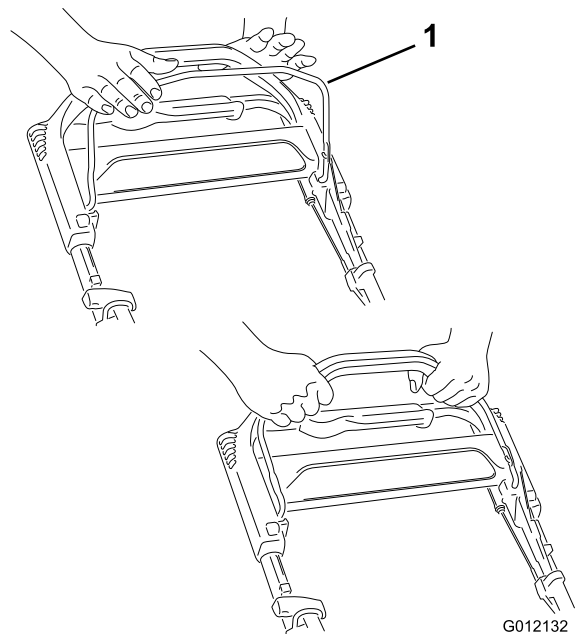

Figura 12
2. Tenete la barra di comando della lama Figura 12 contro la stegola.